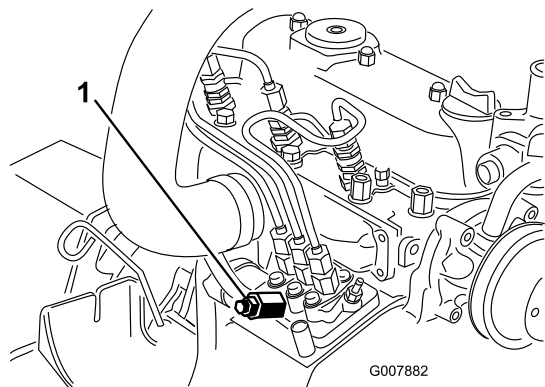

Bild 36
3. Legen Sie einen Lappen unter die Entlüftungsschraube an der Kraftstoffeinspritzpumpe und öffnen Sie sie (Bild 36).